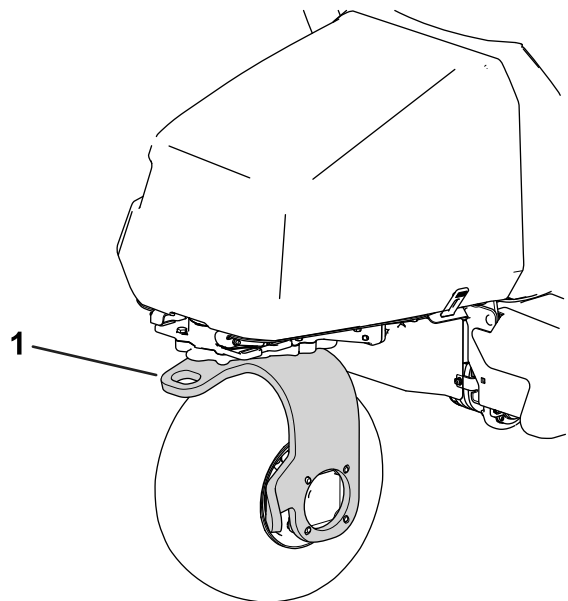

Figura 31
11. Utilizzate la forcella orientabile posteriore per trainare la macchina (Figura 31).